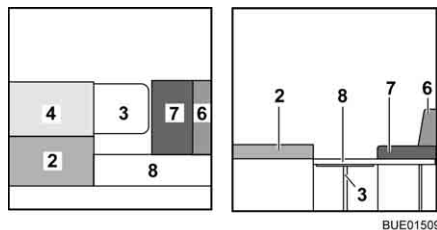

Bild 144 Während des Umbaus
- Das Rückenpolster (Bild 144,4) neben das Sitzpolster (Bild 144,2) legen.
- Die Stütze der Bettverbreiterung (Bild 144,8) aufklappen und die Bettverbreiterung in die Aufnahmen an den Sitztruhen einhängen.